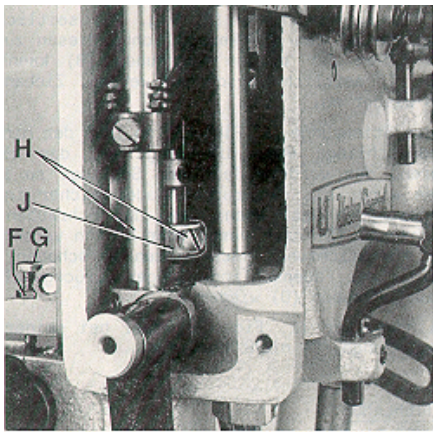

Fig. 22
For setting the small gap between the feed dogs loosen nut (F, Fig. 22). Turning in screw (G) increases the gap, turning it out decreases the gap. Retighten nut (F).
For adjustment loosen the two screws (H, Fig. 22) and raise the supporting yoke (J) when the upper feed dog should lift more, or lower it when it should lift less. Retighten screws (H).
Zum Einstellen des Luftspalts zwischen den Transporteuren lösen Sie die Mutter (F, Fig. 22). Eindrehen der Schraube (G) vergrößert den Luftspalt, Herausdrehen verkleinert ihn. Ziehen Sie die Mutter (F) wieder an.
Zum Einstellen lösen Sie die beiden Schrauben (H, Fig. 22) und stellen das Stützlager (J) höher, wenn der Obertransporteur mehr oder tiefer, wenn er weniger abheben soll. Ziehen Sie die Schrauben (H) wieder an.